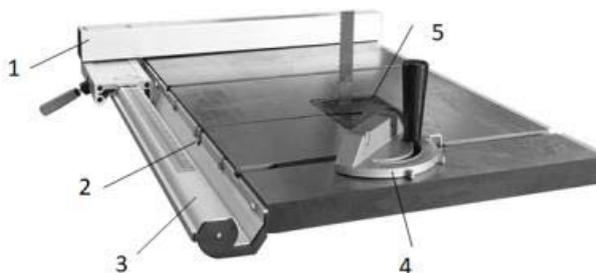

Abb. 10: Montage des Arbeitstisches
Schritt 4: Setzen Sie die Tischeinlage (Pos. 5, Abb. 10) ein.
Schritt 5: Montieren Sie die Anschlagführung (Pos. 3, Abb. 10) mittels der 6 Schrauben am Arbeitstisch und bringen Sie den Fixierstift (Pos. 2, Abb. 10) wieder an.
Schritt 6: Platzieren Sie den Parallel- (Pos. 1, Abb. 10) und gegebenenfalls auch den Gehrungsanschlag (Pos. 4, Abb. 10).